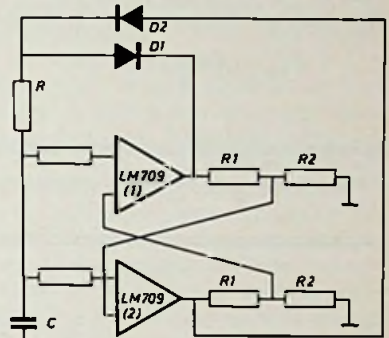

Fig. 1.
Om aan voorwaarde 2 te voldoen, is gedacht aan een driehoeksspanning, gewoonlijk gecombineerd met een blokspanning, zodat ook een klankregeling mogelijk is. De driehoeksspanning wordt verkregen door 2 geïntegreerde versterkers LM709 te gebruiken als een soort flipflop. De ene uitgang van deze flipflop laadt een vaste capaciteit „C” positief op, terwijl de andere uitgang dezelfde capaciteit negatief oplaadt (fig. 1). Veronderstellen we  $V_{uit}$  van LM709 (1)  $\cong +E$ . In dit geval staat de niet-inverterende ingang